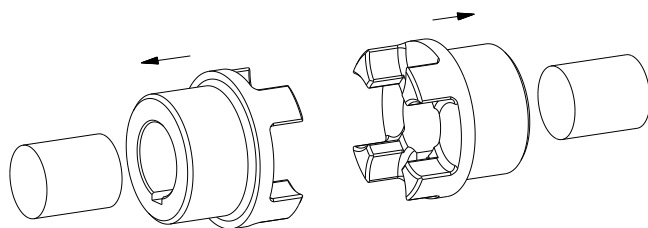

Bild 13: Montering av naven
- Montera naven på driv- och kraftuttagssidans axel (se bild 13).